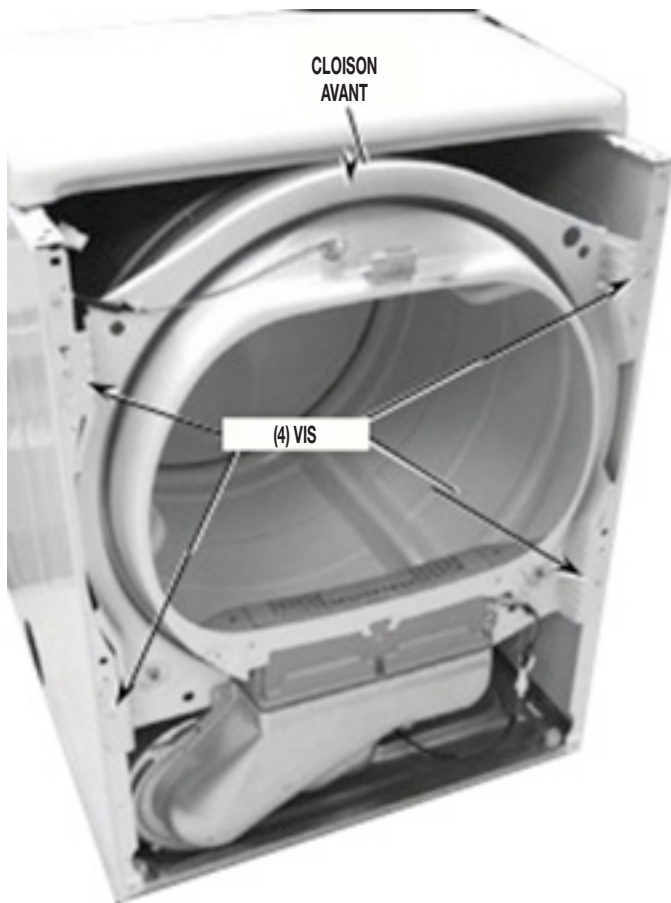

FIGURE 7
8. Retirer les quatre (4) vis des deux bordures latérales de la cloison avant. Voir la *Figure 7*.